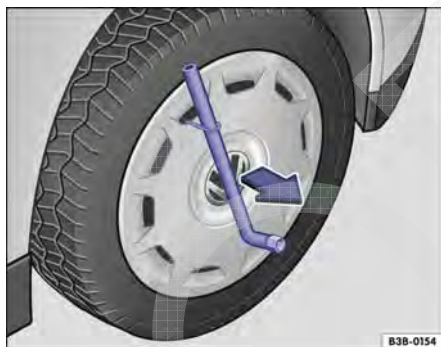

Fig. 315 Retirar a calota integral.
- Passar a chave de roda pelo gancho → Fig. 315 e puxar a calota para fora no sentido da seta.